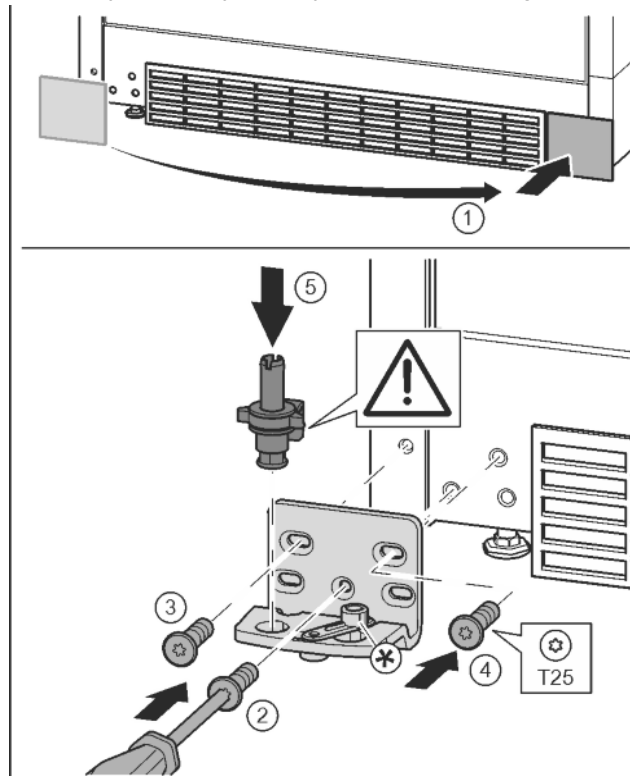

Fig. 15
- ▶ Zdjąć osłonę i założyć z drugiej strony. Fig. 15 (1)
- ▶ Płytkę zawiasu założyć z drugiej strony i przykręcić przy pomocy śrubokręta T25. Rozpocząć śruby 2 dolnej umieszczonej na środku. Fig. 15 (2)
- ▶ Dokręcić śrubę 3 i 4. Fig. 15 (3, 4)
- ▶ Założyć cały sworzeń płytki zawiasu. Przy tym zwrócić uwagę, by krzywka zatrzaskowa wskazywała do tyłu. Fig. 15 (5)